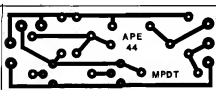

Fig.3
- FIG. 3 - LAY OUT DO CIRCUITO IMPRESSO ESPECÍFICO - A plaquinha é uma "meirquinha": pequena, de desenho simples e desengonçado! Mesmo quem ainda não se "arriscou" a realizar sua primeira placa, poderá tentá-lo, "sem medo"... O padrão cobreado está, na figura, em escala 1:1 (tamanho natural), podendo então ser copiado diretamente sobre a face cobreada de um fenolite virgem, ação seguida da traçagem com decalques ou tinta ácido-resistente, corrosão na solução de perclorato de ferro, limpa e furação... Durante toda essa fase (simples, podemos garantir) de realização e utilização do Circuito Impresso, o principiante poderá (antes, **deverá...**) recorrer às INSTRUÇÕES GERAIS PARA AS MONTAGENS, onde encontrará sempre conselhos, "dicas" e sugestões fundamentais (os "veteranos" já sabem tudo aquilo, mas os "começantes" precisam ser lembrados, a todo instante, que é pra não "pisarem na bola", até ficarem "macacos velhos"...).